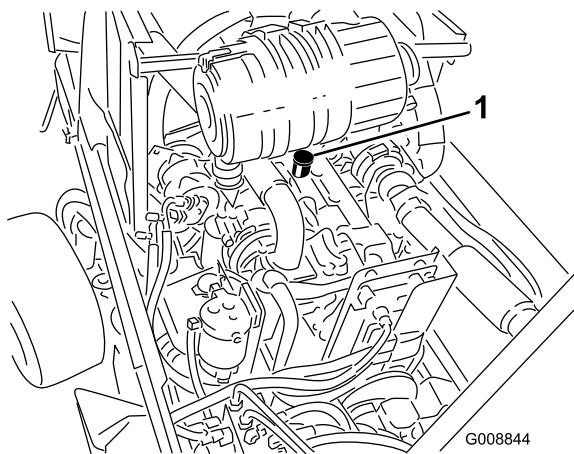

Bild 57
- Wenn der Ölstand unter der Niedrig-Marke liegt, nehmen Sie den Fülldeckel ab (Bild 57) und gießen Sie genug Öl ein, um den Ölstand bis zur Voll-Marke anzuheben. **Nicht überfüllen.**